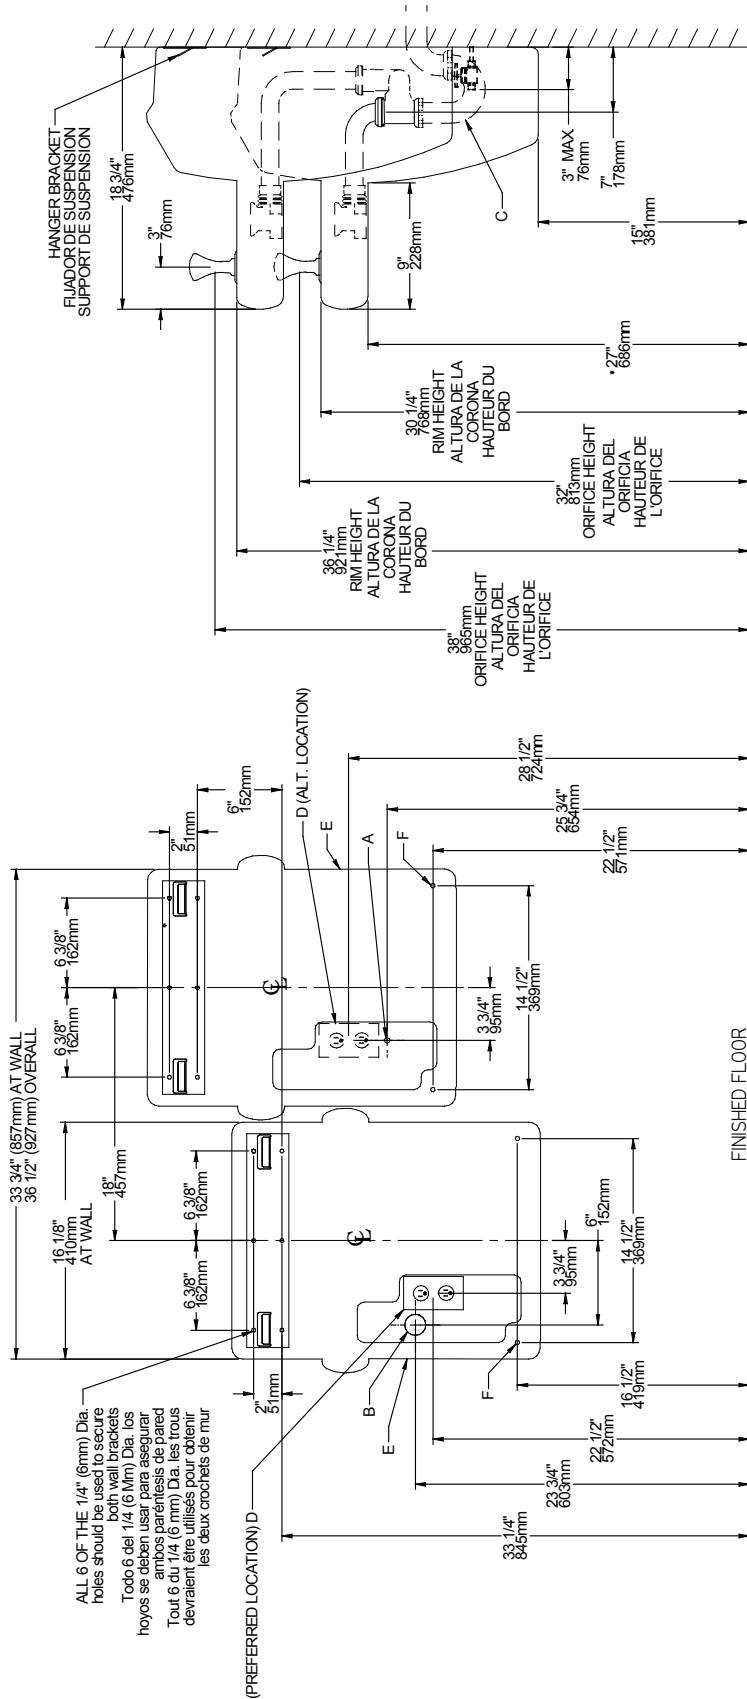

Fig. 3
- 1) Remove hanger bracket fastened to back of each cooler by removing one (1) screw.
- 2) Mount the hanger brackets as shown in Fig. 2 & Fig. 3.
- NOTE:** Hanger Bracket MUST be supported securely. Add fixture support carrier if wall will not provide adequate support. Anchor hanger securely to wall using all six (6) 1/4 in. dia. mounting holes.
- 9) Stream height is factory set at 35 PSI. If supply pressure varies greatly from this, adjust screw located on upper side of frame (Item 33 or 47). See Fig. 3. CW adjustment will raise stream and CCW adjustment will lower stream. For best adjustment, stream should be 1 1/2" above bubbler hood. (See Fig. 13)
- 1) Quite el gancho paréntesis abrochó para apoyar de más fresco quitando uno (1) tornillo.
- 2) Monte el paréntesis de gancho como mostrado en la Fig. 2. & Fig. 3.
- 9) La altura de la corriente es el conjunto de la fábrica en 35 PSI. Si la presión de la fuente varía grandemente de esto, ajuste el tornillo situado en el lado superior del bastidor (Artículo 36 y 47). Vea Fig. 3. El ajuste de CW levantará la corriente y el ajuste de CCW bajará la corriente. Para mejor ajuste, la corriente debe ser 1 1/2" encima de capucha de bubbler. (Vea Fig. 13)
- 9) La hauteur de ruisseau est la série d'usine à 35 PSI. Si la pression d'approvisionnement varie considérablement de ceci, ajustez la vis plac du côté supérieur de l'armature (l'Article 33 et 47). Voir la fig. 3. L'ajustement de CW élèvera l'ajustement de ruisseau et CCW abaissera le ruisseau. Pour le meilleur ajustement, le ruisseau devrait être 1 1/2" au dessus du capuchon de bubbler. (Voir la fig. 13)